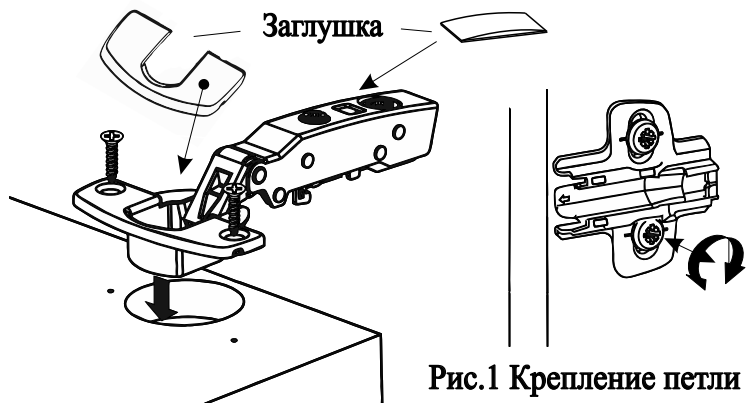

Рис.1 Крепление петли и монтажной планки
- 1) Прикрепить ответную планку петли к боковине. Для этого в монтажной планке предустановлены винты. Рис.1
- 2) Петлю прикрепить на плоскость двери при помощи шурупов 3,5x16мм. рис.1
- 6) Установить заглушки как указано на рис.1